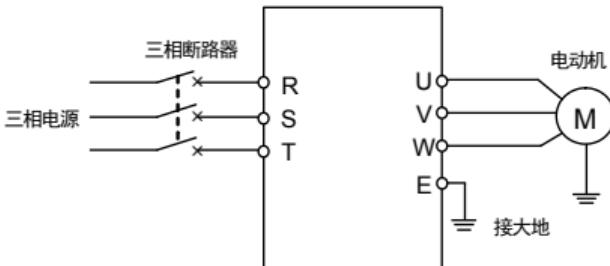

图 4-2 简单运行接线图
- ① 按图 4-2 接线；
- ② 确认接线无误后合上电源开关，接通电源，变频器先显示“P-oN”，稍后显示“0”；
- ③ 确认频率设定通道为数字设定方式 ($[F0.00] = 0$)；
- ④ 根据变频器拖动电动机的额定铭牌数据，需对参数 [$F2.00$]、[$F2.01$] 进行设置；
- ⑤ 按 **RUN STOP** 键启动变频器，变频器输出 0 频率，显示“0.00”；
- ⑥ 按 **▲** 键的 UP 功能，增大设定频率，变频器的输出频率增加，电机转速加快；
- ⑦ 观察电机的运行是否正常，若有异常立即停止运行，并断电，查清原因后再运行；
- ⑧ 按 **▼** 键的 DOWN 功能减小设定频率；
- ⑨ 再按 **RUN STOP** 键停止运行；并切断电源。